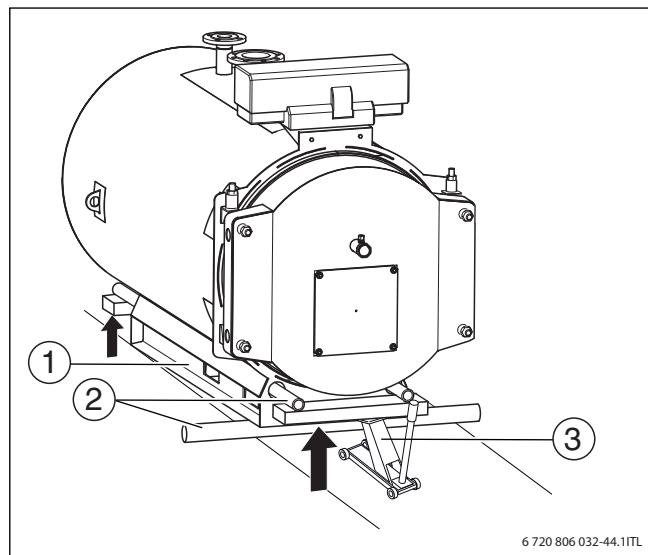

Рис. 10 Перемещение котла перекатыванием на трубах
- ▶ Уложите трубы (→ рис. 10, [2]).